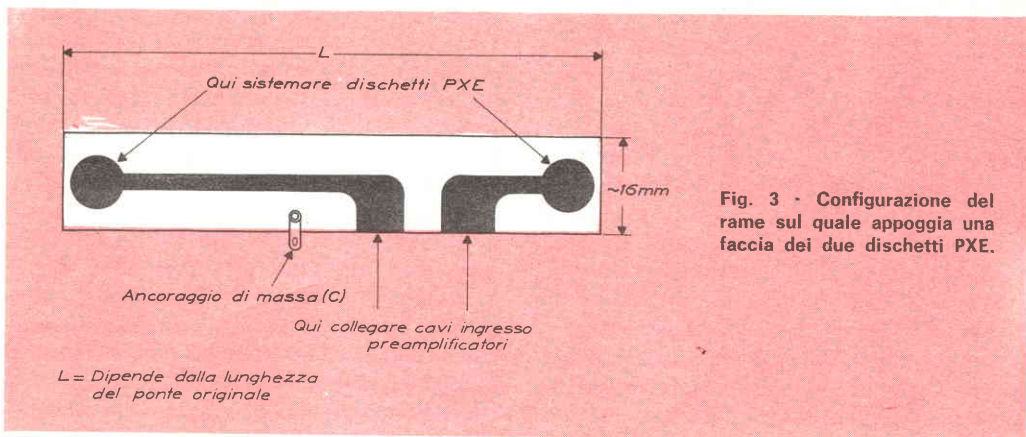

Fig. 3 - Configurazione del rame sul quale appoggia una faccia dei due dischetti PXE.
metallico, in corrispondenza dei due dadi. Un elettrodo sarà costituito da una faccia dei due dadi esagonali, l'altro dal rame riportato su una piastrina (fatta di materiale uguale a quello dei normali circuiti stampati) che verrà appoggiata, con interposizione di un opportuno spessore, sulla cassa di risonanza della chitarra. Nella *fig. 3*, in cui è illustrata questa piastrina, si può vedere la forma dello strato di rame. In definitiva, quindi, ciascun dischetto di PXE risulterà "compresso" dall'alto da una faccia del dado e dal basso dal rame della piastrina del circuito stampato. Evidentemente, essendo il ponte di metallo, le due facce superiori dei dischetti risulteranno elettricamente collegate tra loro, e questo sarà il terminale comune di massa (C) dei due trasduttori (calza del cavetto schermato), mentre le due facce inferiori, essendo elettricamente separate, potranno fornire due segnali che verranno prelevati dalle due piste di rame del circuito stampato (anima del cavetto schermato). Uno spessore opportuno molto liscio con facce parallele, come un pezzo di plexiglass dello spessore di 6 mm, provvede a rendere l'altezza degli incavi della barra (filetti) identica a quella degli incavi del ponte originale (*fig. 2*). Uno strato di feltro o di panno posto sotto lo spessore di plexiglass servirà ad attenuare la riproduzione di rumori derivanti da piccoli urti alla cassa della chitarra ed inoltre contribuirà a mantenere ben saldo l'insieme del nuovo ponte (*fig. 2*). Il ponte, infatti, non viene fis-